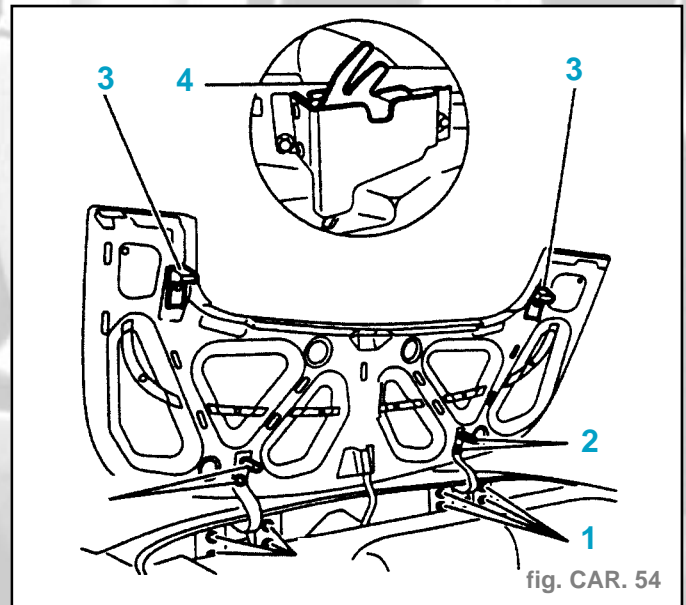

fig. CAR. 54
- Le réglage du couvre-capote se fait par l'intermédiaire des fixations (1) et (2) et par le bon positionnement de la gâche (3) sur la serrure (4) (fig. CAR. 54).